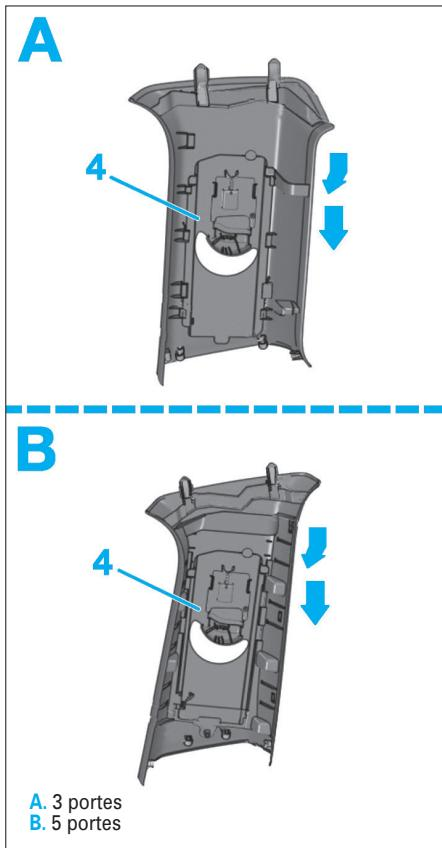

Fig. 66
- Dégraffer les garnitures supérieures de pied milieu (4) comme illustré (Fig.66).